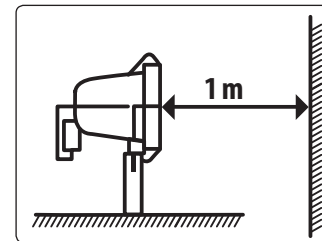
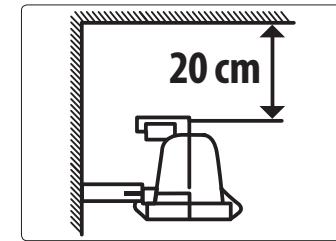

Abb. 2
Abb. 3
- Befestigen Sie die Lampe 1-3 m über dem Boden. Die Entfernung der Lichtquelle direkt vom beleuchteten Objekt sollte mindestens 1 m betragen (Abb. 2). Wird die Lampe in einer Ecke montiert, muss die Entfernung von der Decke mindestens 20 cm betragen (Abb. 3).